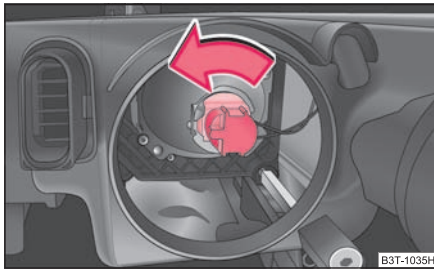

Fig. 235 Demontarea becului luminii de întâlnire
- Rotiți fișa cu becul spre stânga până la limită și scoateți-o ⇒ fig. 235.